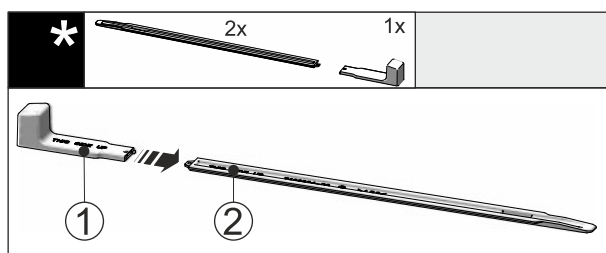

Fig. 51
- Montážní úchyt Fig. 51 (1) připevněte k nivelační liště Fig. 51 (2).